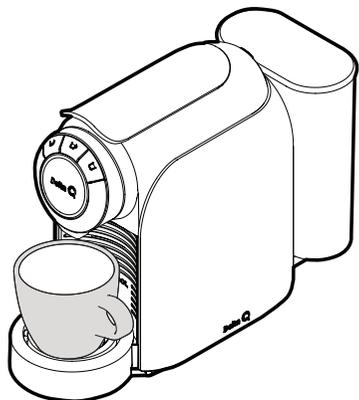

Fig. 12: Placez une tasse d'une capacité supérieure à 180cc.
- Placez une tasse à thé (d'une capacité supérieure à 180cc) au-dessus du plateau amovible pour appui des tasses et en dessous du bec verseur (voir **Fig. 12**).